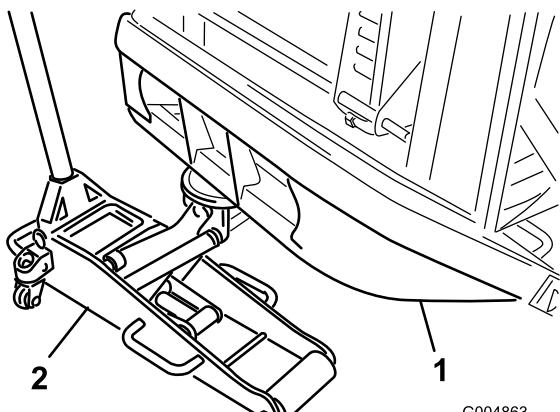

Figure 94
5. Placez un cric d'atelier adapté sous le tube de pare-chocs arrière et soulevez les roues arrière du sol (Figure 94).